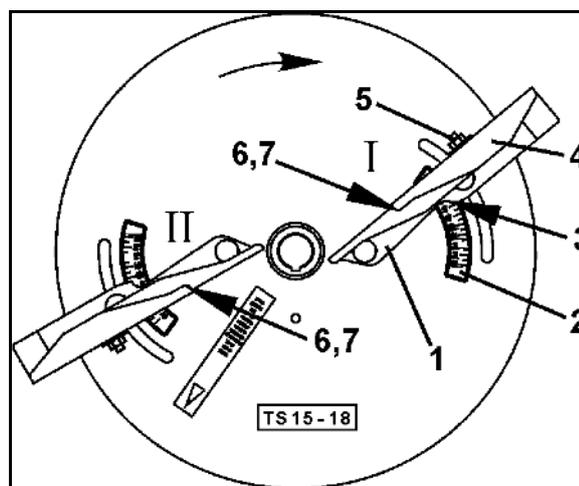

Fig. 80
s'opère comme suit en agissant sur les aubes mobiles télescopiques (Fig. 80/1) en fonction des indications fournies par le tableau de réglage et selon l'engrais utilisé et l'intervalle séparant la première voie de passage et la bordure du champ :
1. Manœuvrez les aubes télescopiques (Fig. 80/1) sur l'échelle graduée (Fig. 80/2) du disque après avoir desserré l'écrou à ailettes. Relevez la valeur recherchée à l'aide de l'arête de lecture (Fig. 80/3) puis resserrez l'écrou à ailettes.
2. Réglez l'extrémité de l'aube (Fig. 80/4) en desserrant l'écrou (Fig. 80/5) sur une graduation de l'échelle (Fig. 80/6) plus élevée. Chaque position de l'extrémité de l'aube est lue sur l'arête graduée (Fig. 80/7) de l'échelle.